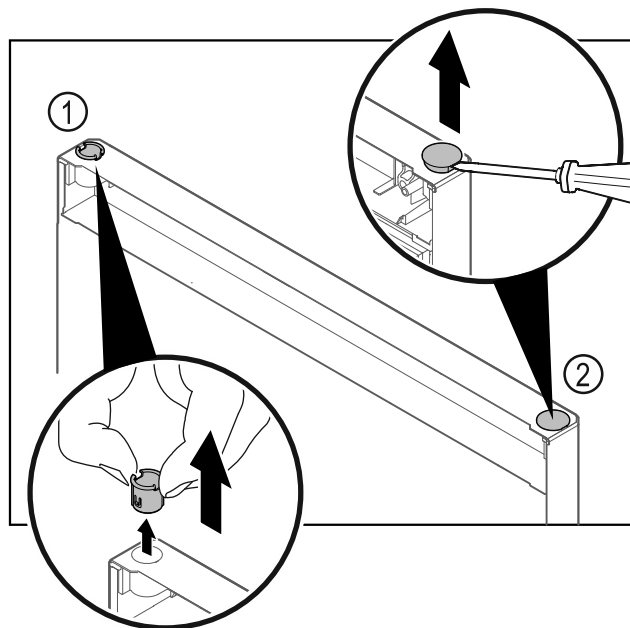

Fig. 40 Drzwi zamrażarki
- ▶ Wyjąć palcami tuleję zawiasu Fig. 40 (1).
- ▶ Zatyczkę osłonki Fig. 40 (2) ostrożnie podważyć przy pomocy śrubokręta płaskiego i wyjąć.